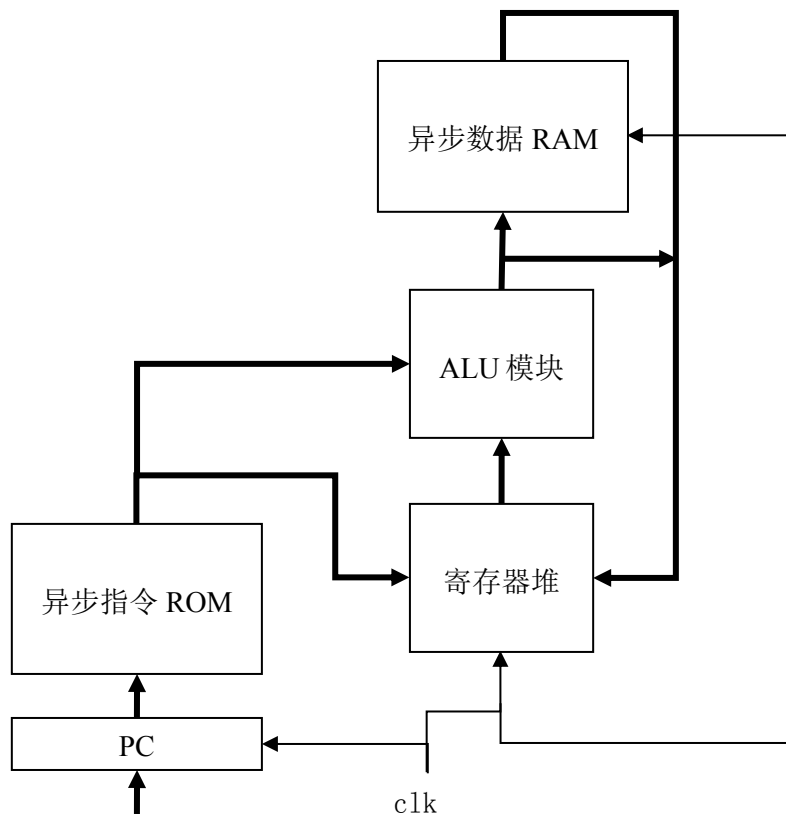

图 7.1 单周期 CPU 的大致框图
4. 自行设计本次实验的方案，画出结构框图，大致结构框图如图 7.1。图 7.1 中粗线表示接口位数和种类不定，需要在自己的结构框图中详细给出。从图 7.1 中可以看出，本次实验是需要用到之前实验的结果的，比如 ALU 模块、寄存器堆模块、指令 ROM 模块和数据 RAM 模块，其中 ROM 和 RAM 要使用自行搭建的异步存储器。
- 4) 设计本次实验的方案，画出实验方案的设计框图，即补充完善图 7.1；